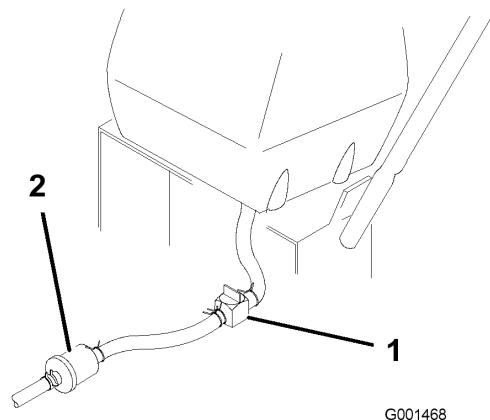

Figura 32
3. Cierre la válvula de cierre de combustible del depósito de combustible (Figura 32).
2. Cierre la válvula de cierre de combustible del depósito de combustible (Figura 32).
3. Apriete los extremos de la abrazadera y deslícela por el tubo alejándola del filtro (Figura 32).
4. Retire el tubo de combustible del filtro (Figura 32). Abra la válvula de cierre del combustible y deje que la gasolina se drene en un recipiente.
7. Abra la válvula de cierre de combustible del depósito de combustible (Figura 32).